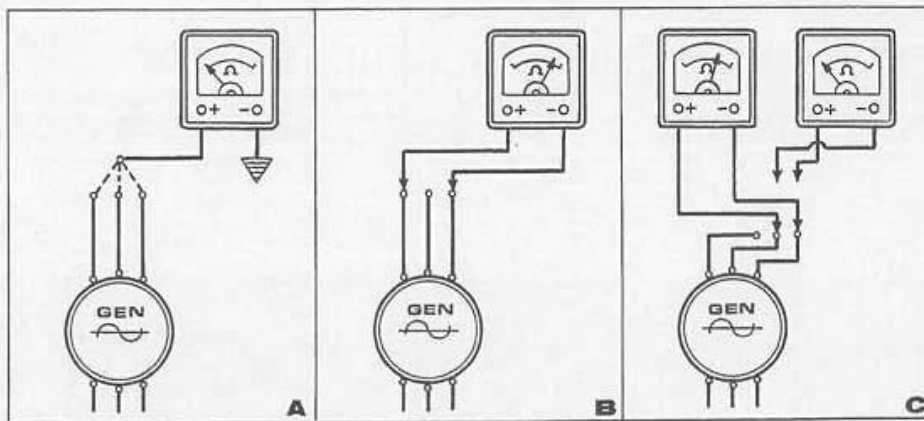

Fig. 122
- collegare un puntale dell'ohmmetro a massa e l'altro puntale successivamente ai tre cavi: Bianco, Rosso, Verde; deve verificarsi l'isolamento perfetto (vedi fig. 122/A).
- collegare i puntali dell'ohmmetro tra il cavo Verde e il cavo Bianco: si deve leggere un valore di resistenza di  $285 \text{ Ohm} \pm 10\%$  (vedi fig. 122/B).
- collegare i puntali dell'ohmmetro tra il cavo Verde ed il cavo Rosso: si deve leggere un valore di resistenza di  $1.000 \text{ Ohm} \pm 30\%$  (vedi fig. 122/C). Attenzione in questa prova l'ohmmetro deve essere in portata:  $\times 100$ .
- connect one Ohmmeter point to earth and the second one to three cables successively: White-Red-Green; you must verify a perfect insulation (see fig. 122/A).
- connect the Ohmmeter points between the Green and White cables; you must read a resistance value of  $285 \text{ Ohm} \pm 10\%$  (see fig. 122/B).
- connect the Ohmmeter points between the Green and Red cables; you must read a resistance value of  $1,000 \text{ Ohm} \pm 30\%$  (see fig. 122/C).